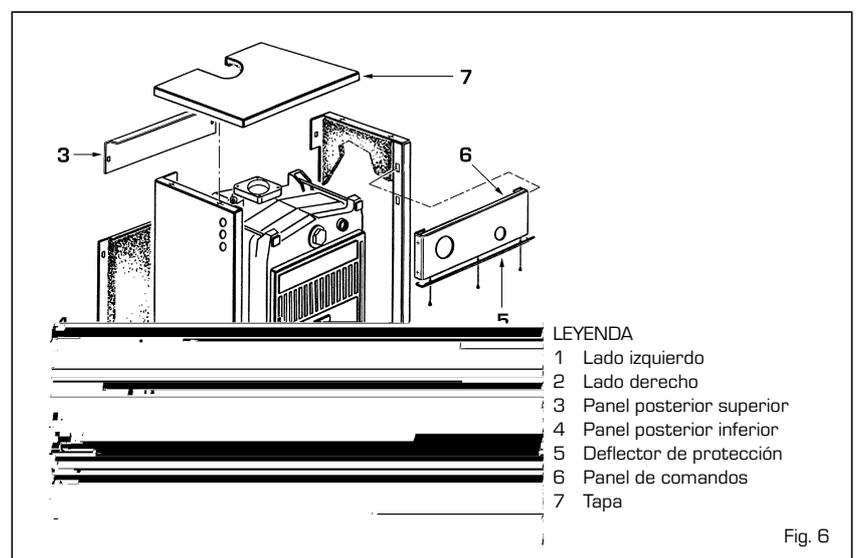

Fig. 6
En los tirantes inferiores tanto de la parte anterior como de la parte posterior de la caldera, se encuentran dos tuercas, una de las cuales para bloquear los estribos de soporte lados. El montaje de los componentes de la envoltura se lleva a cabo de la siguiente manera (fig. 6):
**ACUIDADO: Para poder fijar la palanca con cadena en el soporte del regulador se tiene que sacar el deflector de aluminio montado en el cuadro de comando, desenroscando los tres tornillos que lo fijan (fig. 6). Una vez efectuado el montaje y la correspondiente regulación colocar nuevamente el deflector de protección.**